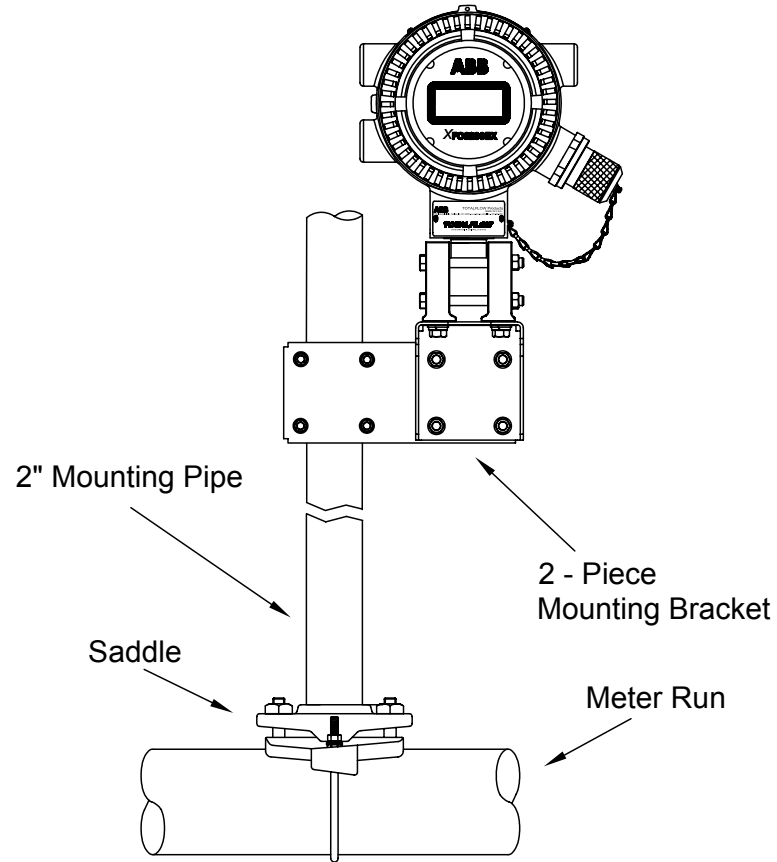
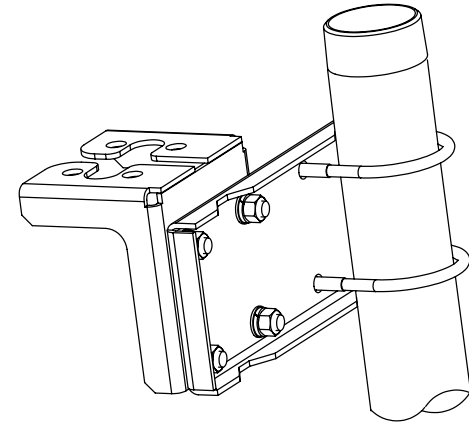
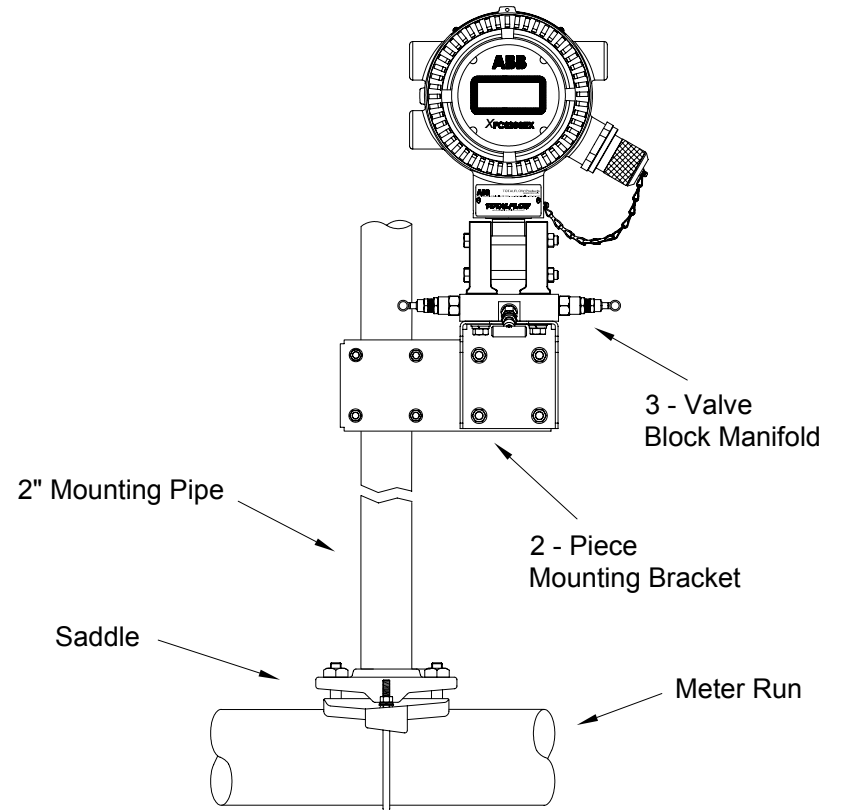

图 1（典型安装）
图 2（侧安装套件 P/N 2101913）
图 3（典型组块式多支管设置）
3. 安装用于 6200EX 的支撑（管道鞍、直接安装、独立管道等）。如果将管道安装到流量计管道，则使用如图 1 中所示的管道鞍安装套件。基于流量计管道大小，将提供不同大小的管道鞍安装套件。如果将 6200EX 安装到管道，则使用如图 2 中所示的 2 件式支架安装套件 (Pt.# 210193)。用两个 U 形螺栓将侧安装支架固定到 2 英寸的管道，然后用可用的五金件连接 6200EX 安装支架。根据侧安装支架的安装方式（见图 1），6200EX 可位于管道的任何一侧。使用硅树脂喷剂或特氟纶胶带以避免螺纹磨损。
4. 使用支架安装套件安装 6200EX 的方法取决于是使用分散的多支管还是组块式多支管。对于分散的多支管，则如图 1 所示将 6200EX 直接安装到支架，然后将管道从分散的多支管用螺钉固定到 6200EX 的传感器的底部。如果使用组块式多支管，则可以如图 3 所示将该组块式多支管放置于 6200EX 的传感器以及支架的顶部之间。可以用四个螺栓安装图 3 中所示的组块式多支管，将这些螺栓向上插过支架的底部，穿过该多支管，一直插到 6200EX 传感器的螺孔中。在顶部和底部具有法兰的较大的组块式多支管将要求单独的五金件，以将多支管安装到 6200EX 的传感器，然后将多支管安装到安装支架。不要忘记在组块式多支管法兰上的凹槽中安装 O 形环法兰密封。